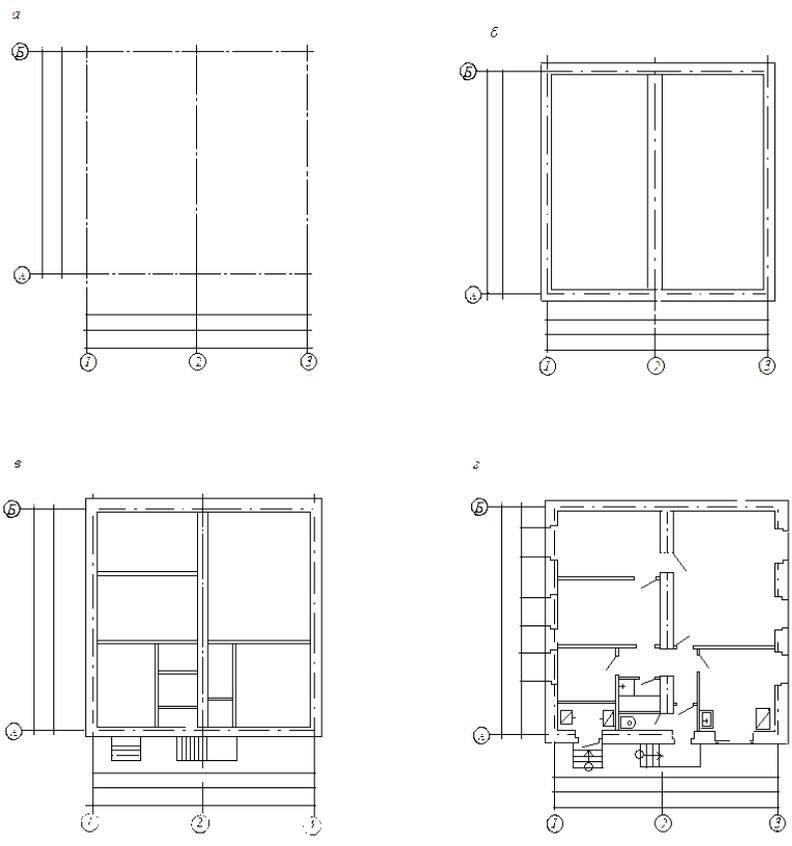

Рисунок 49.
1. Провести координатные оси, обозначить их и проставить межосевые размеры (рис. 49, а) .
2. Начертить стены наружные и капитальные внутренние с привязками (рис. 49,б).
3. Вычертить все перегородки, показывая их толщину двумя линиями (рис. 49, в).
4. Вычертить все оконные и дверные проемы с привязками (рис. 49, г).